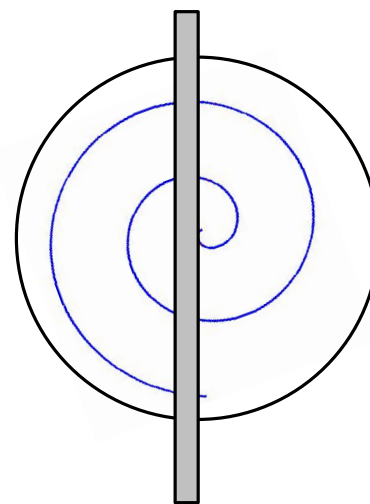

Рис. 9
2. Великих розмірів диск закріпіть в штативі так, щоб його вісь була горизонтальна. До вісі диска притисніть вертикально лінійку і, розкрутивши диск, проведіть по його поверхні вздовж лінійки шматочком крейди. В цьому досліді траєкторія крейди відносно лінійки – пряма, а відносно диска – спіраль (рис. 9)